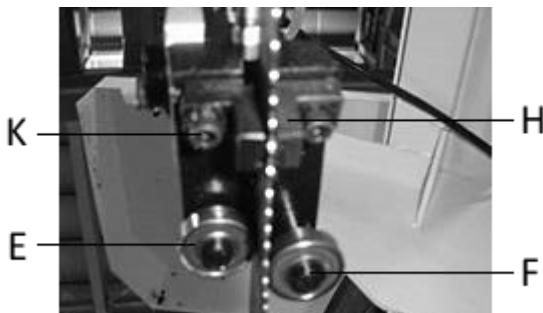

Рис.10
Ленточное полотно (А) должно проходить между двумя подшипниками (Е и F, рис.10) и легко их касаться. Передний подшипник (Е) установлен на эксцентриковой оси, с помощью которой можно регулировать зазор между подшипником и ленточным полотном. Для этого ослабьте контргайку (G) и поверните ось (Е) в необходимое положение.
Твердосплавные направляющие пластины (H), Рис.10 должны быть отрегулированы с зазором 0,05 мм от ленточного полотна. Для регулировки необходимо ослабить винт (K).
Подшипники и твердосплавные направляющие в подшипниковом узле, Рис.10 и 11, должны быть отрегулированы относительно друг-друга.